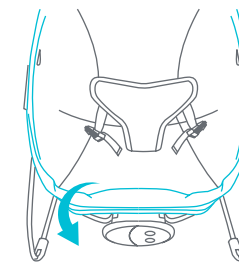

Fig. 10a
- 10) • Pull the front edge of the seat pad over the music/vibration unit and then pull each side of the seat pad over the footrest wire until it fits snugly over the bouncer frame (Fig 10a).
• Pase el borde delantero de la almohadilla del asiento por encima de la unidad de música/vibración y luego pase cada lado de la almohadilla del asiento por encima del alambre del reposapiés hasta que encaje firmemente encima del armazón del rebotador (Fig 10a).